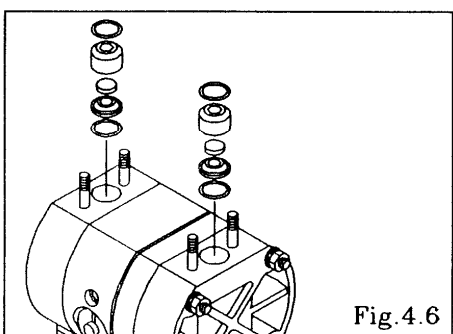

Fig. 4.6
- Retire la junta tórica, la tapa de la válvula, el distribuidor plano y el asiento de la válvula. [Fig. 4.6]